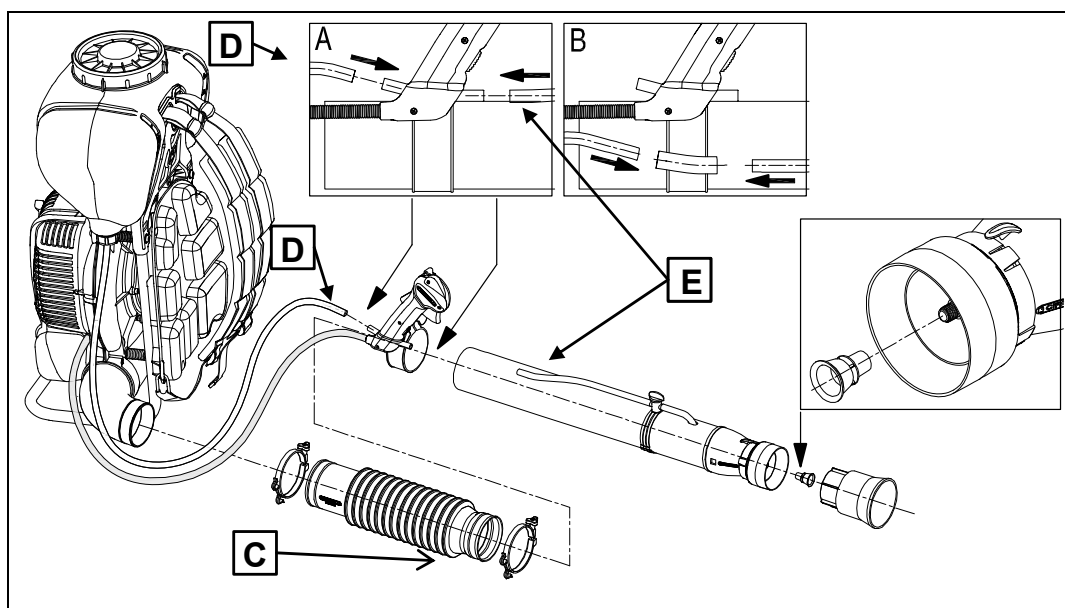

Рис.3. Сборка опрыскивателя
4. Присоедините гибкую трубу к угловому патрубку и к трубе подачи воздуха (рис.1, элемент 12). Обязательно убедитесь, что конус **С** (рис.3) направлен в сторону трубы подачи воздуха. После этого зафиксируйте хомуты.
8. Вставьте две трубки **Д** и **Е** (рис.3.) подачи рабочего раствора (рис.1, элемент 18) на рукоятку, как показано на рис.3 в квадрате **А**.
9. Если Вы хотите избежать протекания рабочего раствора через рукоятку, присоедините трубки подачи рабочего раствора так, как показано в квадрате **В** (рис.3). Для этого используйте пластиковый обратный патрубок (находится в сумке для ключей).